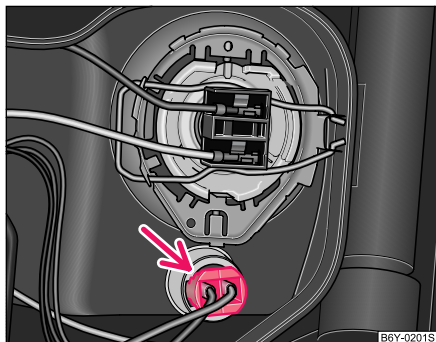

Fig. 156 Dépose de l'ampoule du feu de stationnement avant
- Extrayez du phare la douille avec l'ampoule du feu de stationnement ⇒ fig. 156.